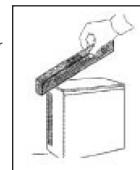

Abb. 13.
- 4) Den Eiswürfelbereiter an den definitiven Standort bringen. Der Vorratsbehälter ist mit höhenverstellbaren Füßen ausgestattet, um das Ausrichten des Gerätes und die Reinigung unter dem Gerät zu erleichtern. Der Eiswürfelbereiter muss gerade stehen, damit sich das Wasser gleichmäßig in der Verdampferplatte verteilt. Sorgen Sie daher dafür, dass das Gerät gerade steht und prüfen Sie dies mit einer Wasserwaage (Abb. 13).